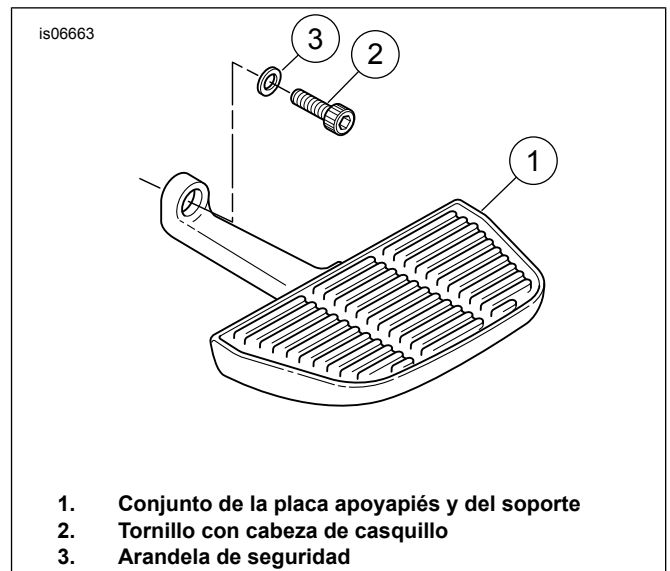

Figura 9. Conjunto de la placa apoyapiés del pasajero - Modelos Touring de 1993 y posteriores
- b. **Modelos de vehículos Touring de 1993 y posteriores:** Consulte la Figura 9. Instale cada conjunto de placa apoyapiés y de cubierta (1) en los espárragos de montaje, alineando el agujero del perno en el soporte con el agujero en el espárrago de montaje. Asegure cada placa apoyapiés utilizando un tornillo con cabeza de casquillo (2) y una arandela de seguridad (3). Ajuste los tornillos Allen a 41 N·m (30 ft-lbs).